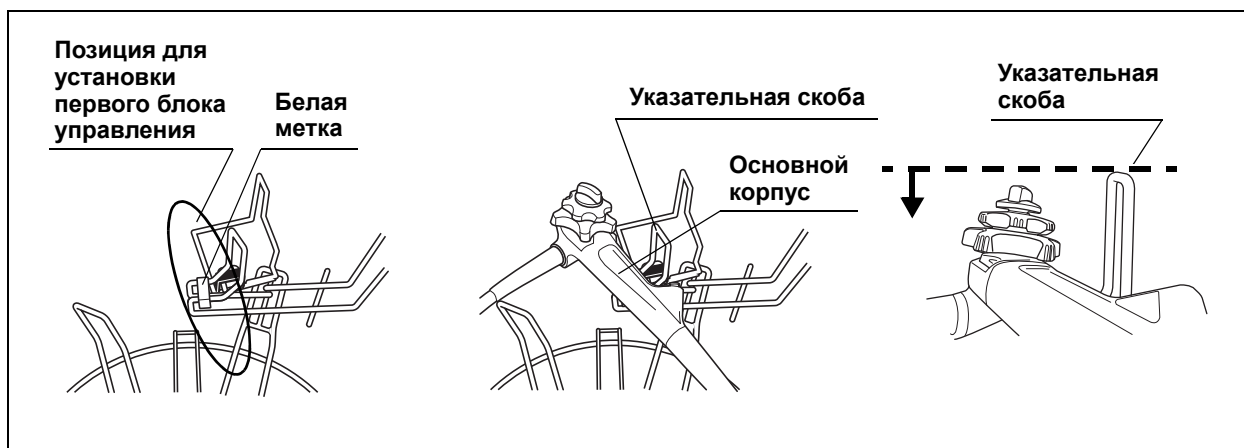

Рис. 4.19
2. Осторожно поместите блок управления первого эндоскопа в указанное положение (поверх белой метки) на держателе так, чтобы он находился под указательной скобой (поместите блок управления в нижнюю часть емкости для обработки, чтобы не поцарапать его) (см. Рис. 4.19).